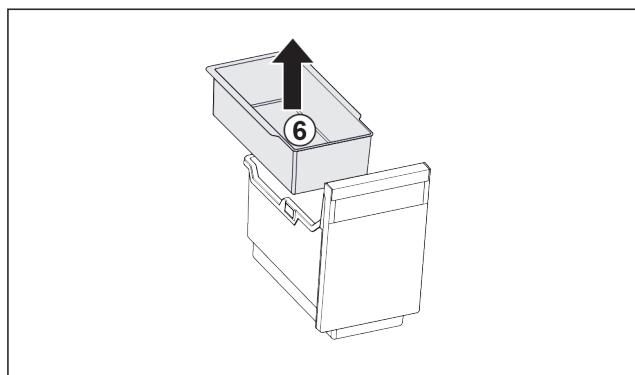

Fig. 26
- Odoberte závesnú misku Fig. 26 (6).